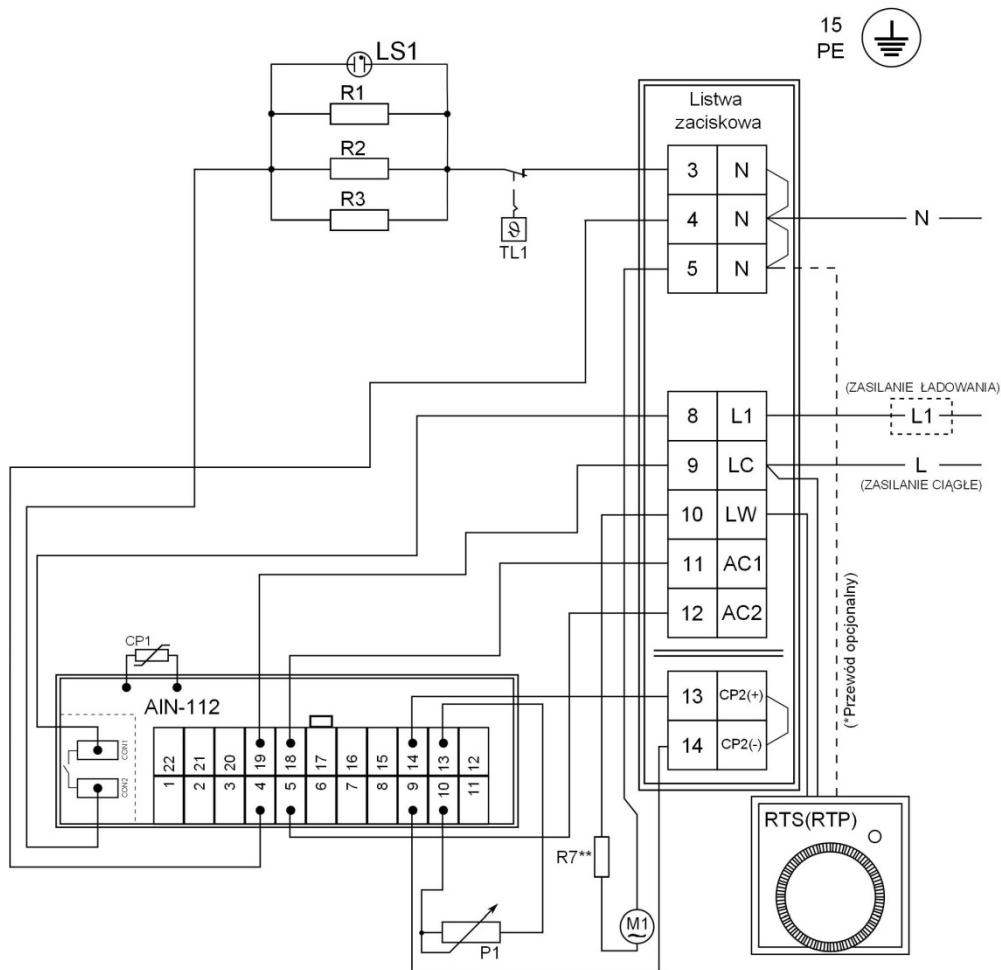

Rys. 18
10. Założyć pokrywy boczne dosuwając je do boków ogrzewacza i docisnąć w dół, zwrócić uwagę na właściwe ułożenie specjalnych otworów zatrzaskowych w pokrywach bocznych, ze śrubami specjalnymi w obudowie ogrzewacza. Przykręcić śruby mocujące (Rys.18).